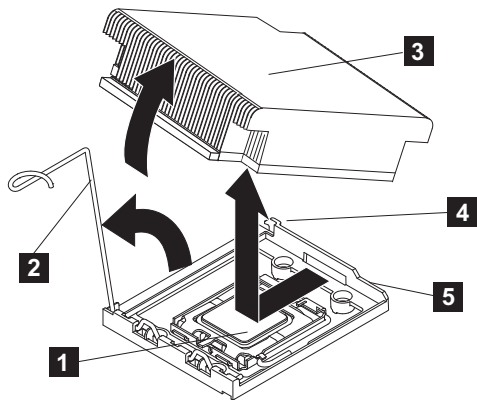

図 250. SAN ポリューム・コントローラー 2145-CG8 または 2145-CF8 マイクロプロセッサからのヒートシンクの取り外し
8. ヒートシンク（287 ページの図 250 の **3**）とマイクロプロセッサ（**1**）へのアクセスの邪魔になるケーブルをすべて切り離します。